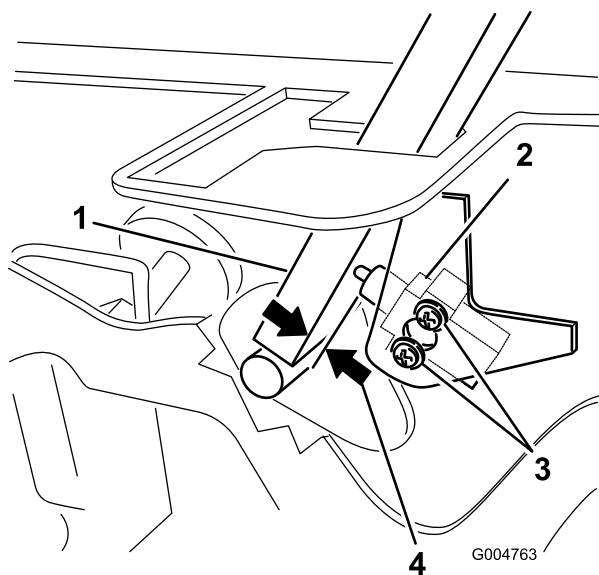

図 81
3. インタロックスイッチを固定しているねじ2本を取り外す 図 81。
4. コントロールレバーをフレームに押し付けた状態でスイッチをレバーの方へ移動させて、図 81のようにレバーとスイッチボディとの距離を 0.41mm に調整する。